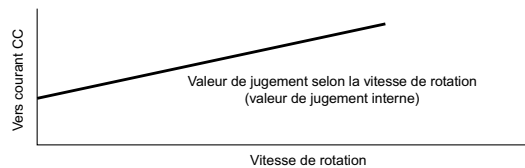

Fig. 6-4
La Fig. 6-4 représente le contrôle de vitesse de rotation. Lorsque la tension à la broche ⑥ du microprocesseur dépasse la valeur définie, le microprocesseur réduit la vitesse de rotation du compresseur, ainsi que la charge.